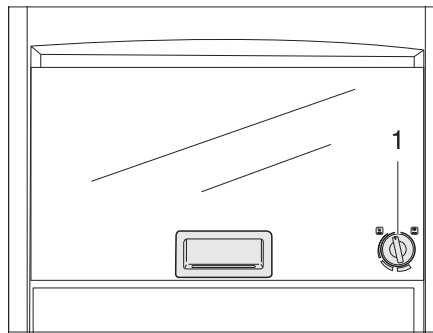

Fig. 236 Four à gaz (Dometic)
- Appuyer légèrement sur le bouton tournant (Fig. 236,1) et le tourner vers la gauche sur la position souhaitée.
- Tourner le bouton tournant (Fig. 236,1) sur "O". La flamme s'éteint.